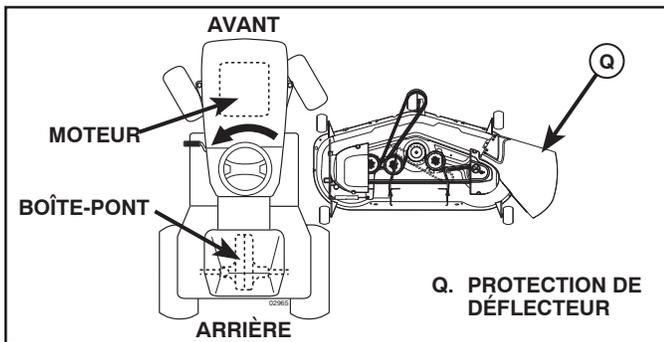

Fig. 25
## 3. TOURNER LE VOLANT DE DIRECTION À GAUCHE ET PLACER LA TONDEUSE (Voir la Fig. 25)
## 9. INSTALLER LA COURROIE SUR L'EMBRAYAGE DE POULIE MOTRICE (M) (Voir la Fig. 25 & 33)
- Désengager la tige de tension de courroie (K) du support verrouillant (L).
- Installer la courroie sur l'embayage de poulie motrice (M).